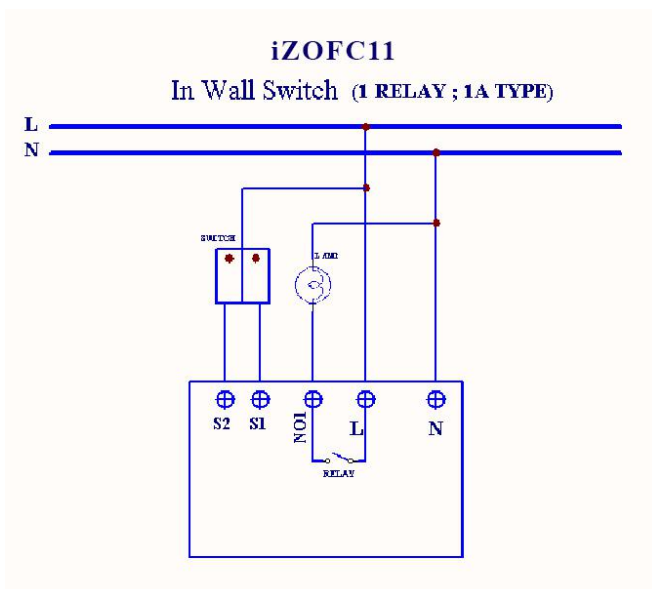

Fig 1. iZOFC11 - Montagem
2. Conecte o interruptor de parede ao iZOFC11 como Fig1.